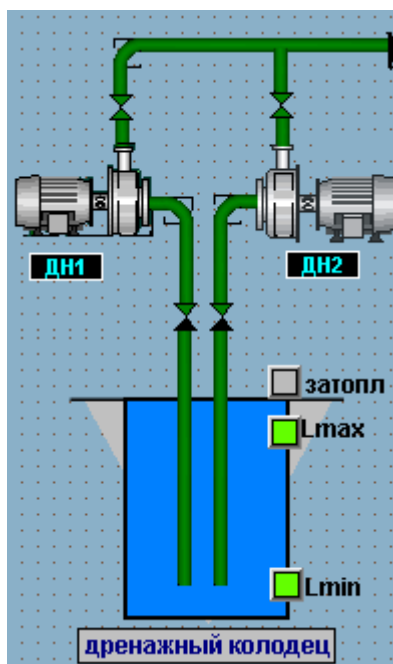

Рис.1. Схема дренажной системы
Описание: Техническое помещение с дренажным колодцем глубиной 5 м, в который извне поступает вода. В колодце установлено 3 датчика уровня заполнения. При заполнении дренажного колодца происходит включение двух насосов, откачивающих воду. Схема объекта представлена на рис.1.
- а. Всплывающую мнемосхему настройки и работы с каждой из зон реализовать в соответствии с рис.1
3. Реализовать общую мнемосхему с изображением линии (см. рис.1). Создать динамические элементы отображения и ввода: